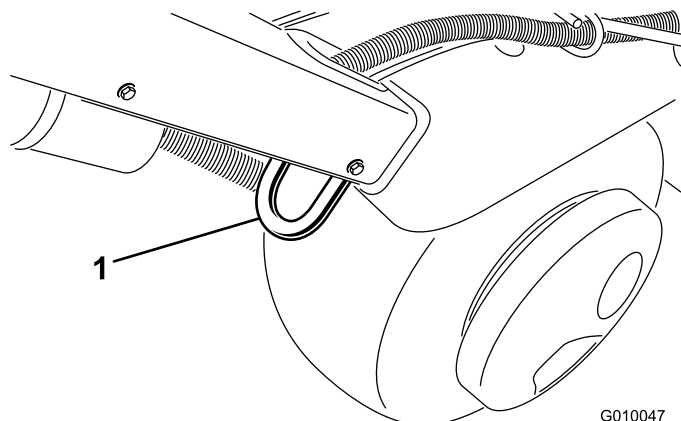
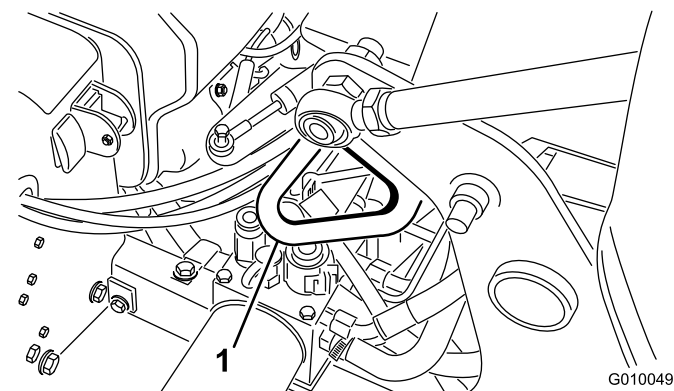

Рисунок 32
Рисунок 34
- 3. Надежно закрепите аэратор с помощью такелажных скоб (Рисунок 32 ... Рисунок 34) к прицепу или грузовику ремнями, цепями, тросами или веревками.